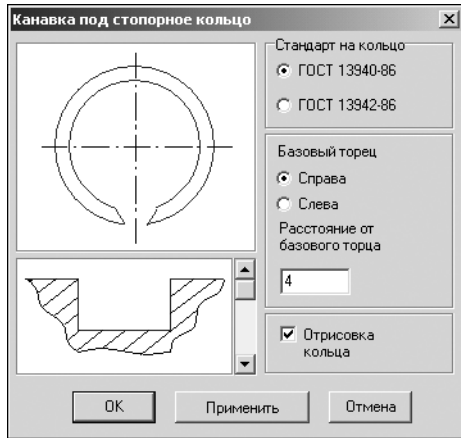

Рис. 4.5.
4. Укажите тип канавки **Под стопорное кольцо** и щелкните левой клавишей мыши. Откроется окно, предназначенное для ввода параметров канавки и кольца (рис. 4.5).